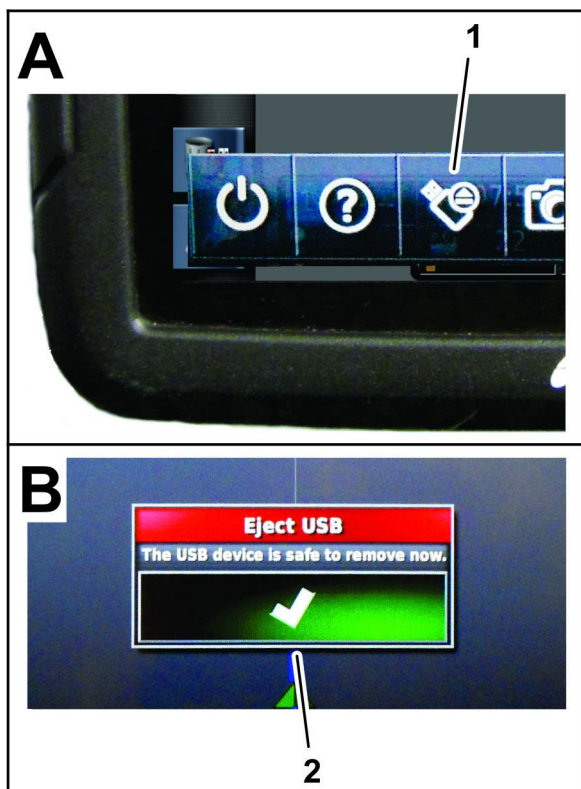

Рисунок 90
8. Проведите пальцем по экрану, чтобы получить доступ к всплывающей строке меню (Рисунок 90).
9. Нажмите на значок извлечения USB-накопителя (Рисунок 90).
10. В диалоговом окне извлечения USB-накопителя нажмите на значок подтверждения и извлеките USB-накопитель из монитора (Рисунок 90).